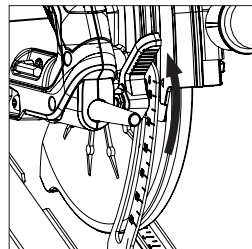

Fig. 10
- Desserrez le mécanisme de blocage et de réglage de la profondeur en levant le levier de fonctionnement. (**Fig. 10**)